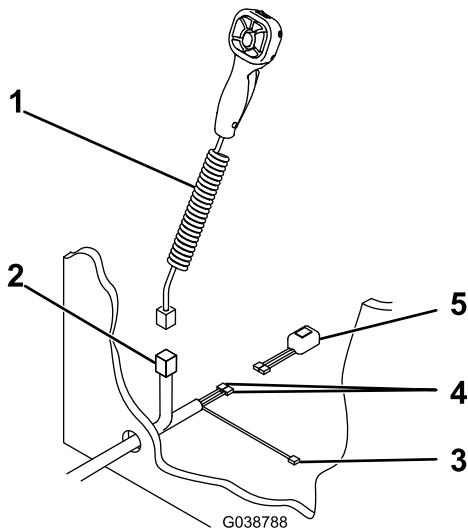

Bild 17
- Ziehen Sie den Anschluss des Schneeschild-Steuergeräts, das schwarz/rote Kabel und die zwei schwarzen Kabel durch das Loch in der Spritzwand in die Fahrzeugkabine (Bild 17).
12. Schließen Sie die zwei schwarzen Kabel am Scheinwerferkippschalter an (Bild 17).